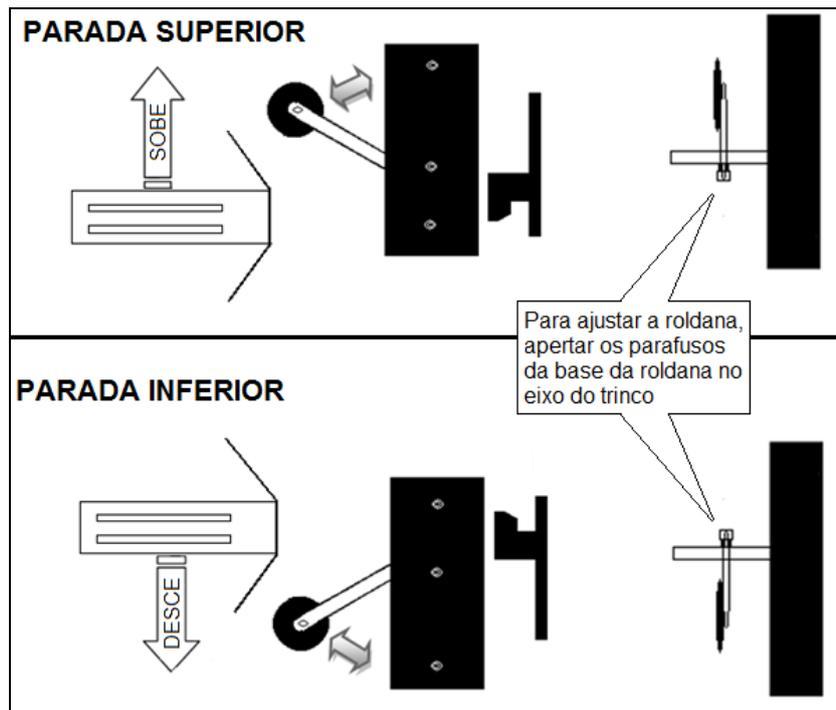

Figura 15: Atuadores de trinco de porta
- Ajustar os atuadores de trinco das portas, conforme figura 15.